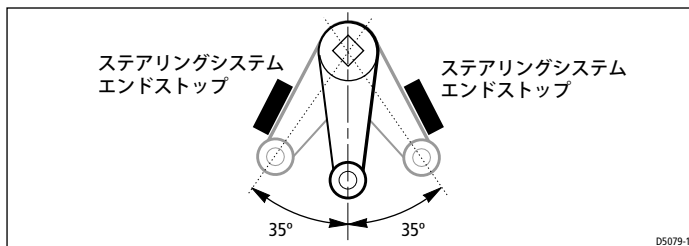

図7：総舵の動き
- 舵の総移動は、リニアドライブの終了限界ではなく、ステアリングシステムの終了ストップによって ± 35 度に制限されています（図7参照）。